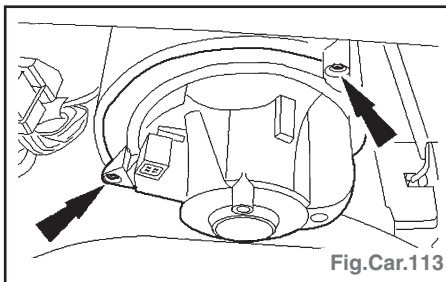

Fig.Car.113
- Déposer le moteur de soufflerie (Fig. Car.113).